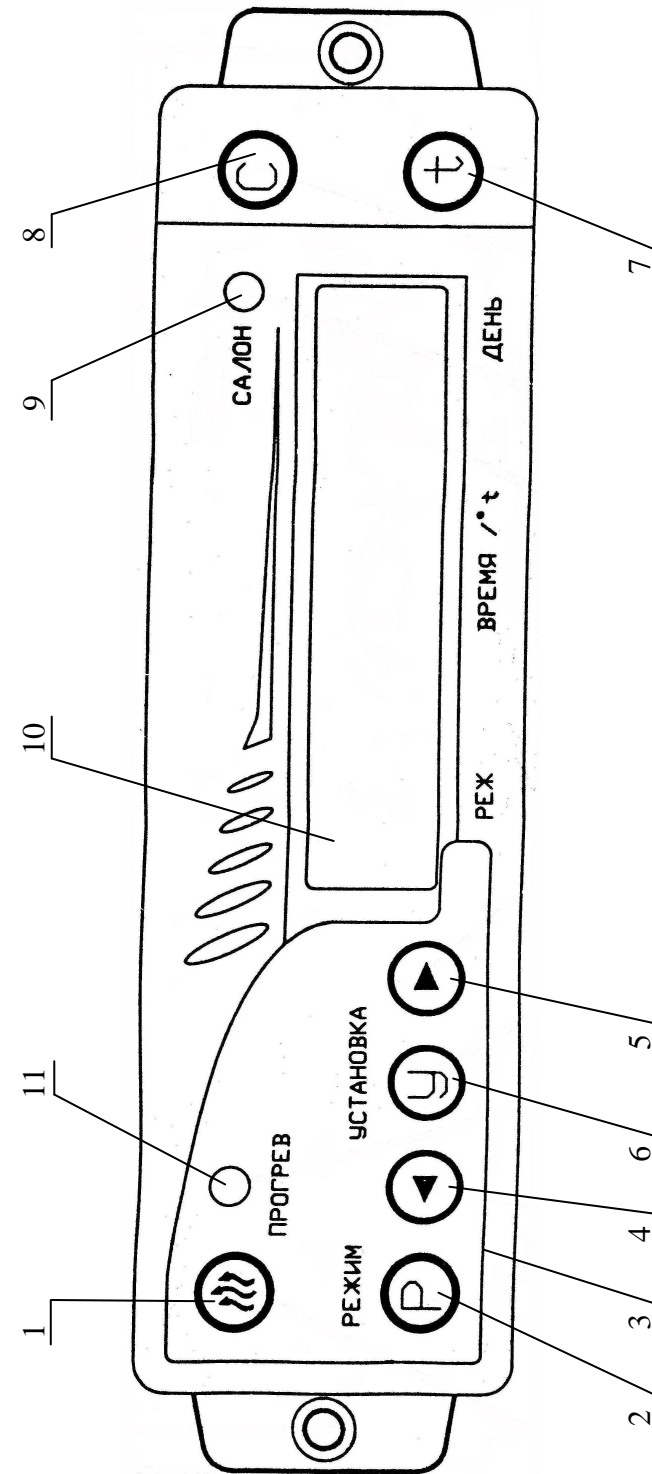

Рисунок 7- таймер-терморегулятор подогревателя.
4.3.1 Принцип работы таймера - терморегулятора ТТП1-24 и ТТП1-12 в составе подогревателей 15.8106-05 и 151.8106-05 рисунок 7.